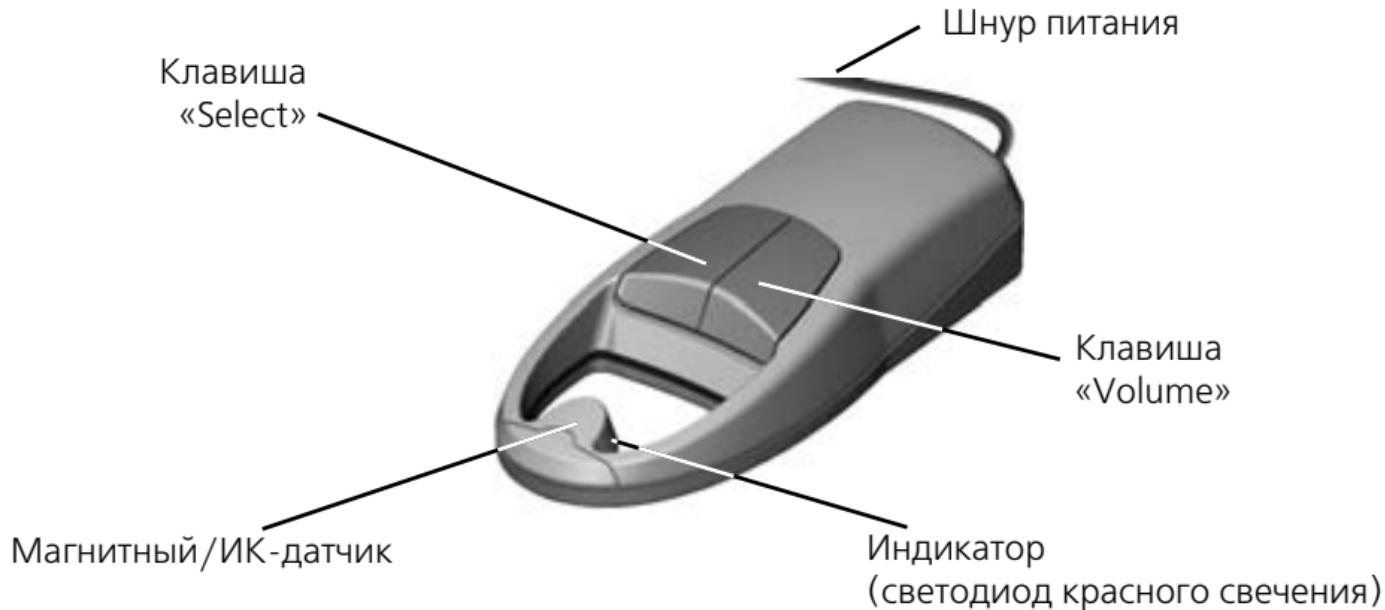

Рис. 1
3. Включите визуализатор (рис. 1) нажатием любой клавиши.